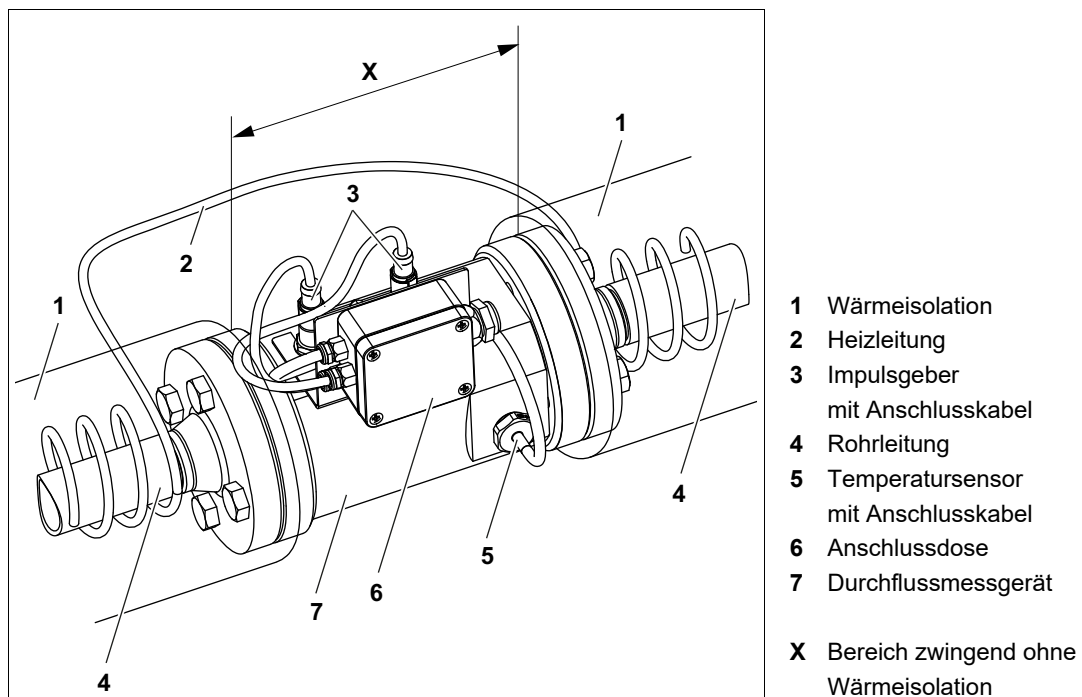

Abb. 2 Durchflussmessgerät mit Begleitheizung
- Darauf achten, dass Impulsgeber **3**, Temperatursensor **5**, Anschlussdose **6** und zugehörige Kabel nicht wärmeisoliert werden, d. h. der Bereich **X** muss frei von Wärmeisolation bleiben, siehe Abb. 2, Seite 9.